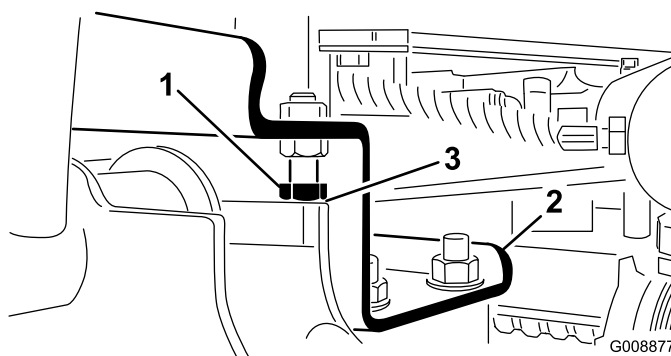

Bild 26
- A. Drehen Sie die Anschlagschrauben heraus und stellen den Zylinder so ein, dass der Abstand erzielt wird (Bild 26).
- 2. Prüfen Sie, ob der Abstand zwischen jedem Hubarm und der Anschlagsschraube zwischen 0.13 und 1.02 mm liegt (Bild 26).